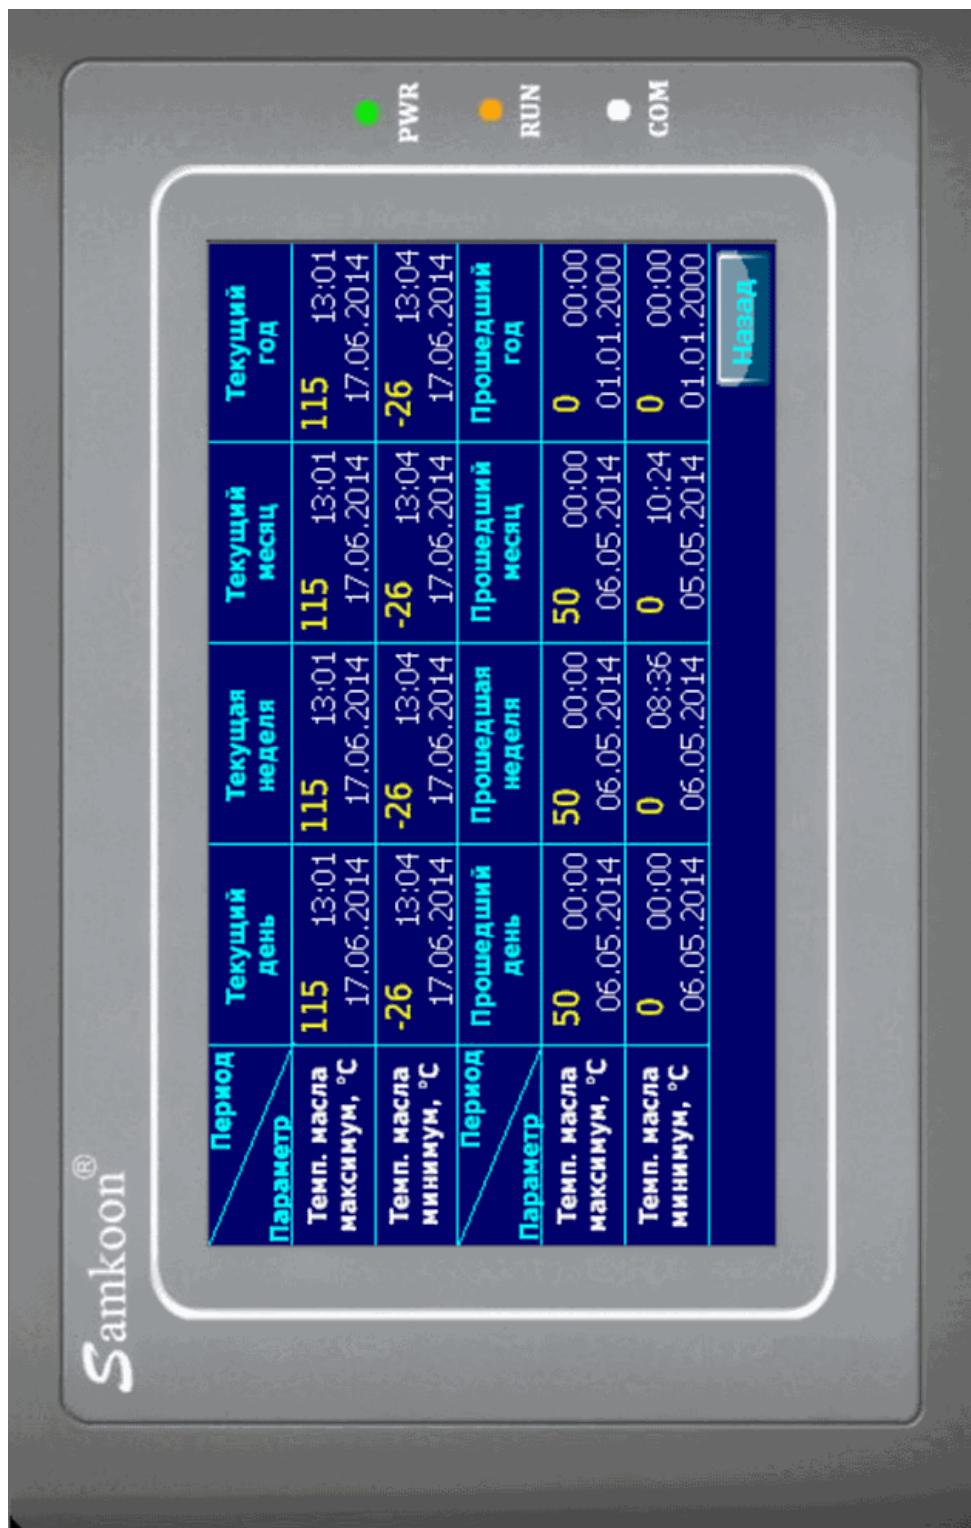

Рисунок 3. Экран минимальных и максимальных значений.
2.3 На экране минимальных и максимальных значений (рис. 3) расположена таблица, каждая ячейка которой содержит значение температуры, а также время и дату, когда эта температура зафиксирована.